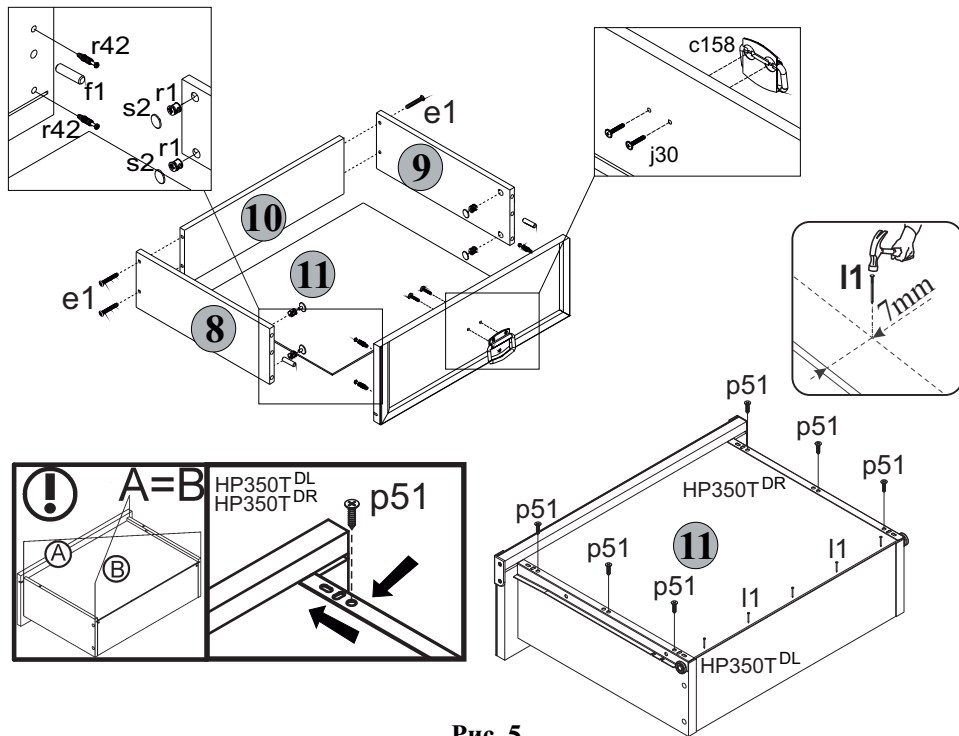

Рис. 5
5.15 В отверстия диаметром **8 мм** на передних кромках стенок боковых **8** и **9** корпусов выдвижных ящиков вбить деревянные шканты **ф1** (**см.рис.5**).
5.16 В отверстия диаметром **15 мм** на внутренних поверхностях стенок боковых **8** и **9** корпусов выдвижных ящиков вставить стяжки эксцентриковые **г1** (**см.рис.5**).
5.17 В отверстия диаметром **5 мм** на внутренних поверхностях панелей передних **16, 17** и **7** ящиков выдвижных с помощью крестообразной отвертки вкрутить винты стяжки **г42** (**см.рис.5**).
5.19 Соединить панели передние **16, 17** и **7** с корпусом ящика выдвижного и затянуть стяжки эксцентриковые **г1**, пользуясь специальным ключом **з1**. Закрыть стяжки эксцентриковые заглушками **с2** (**см.рис.5**).